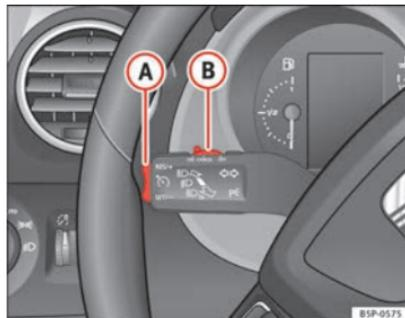

Fig. 155 Alavanca das luzes indicadores de mudança de direcção e dos máximos: comando e botão basculante para o regulador de velocidade
- Depois de se atingir a velocidade que se pretende memorizar, pressionar brevemente a parte inferior do botão basculante **SET/-** ⇒ Fig. 155 (A) uma vez.
- Pressionar a parte superior do botão basculante **RES/+** ⇒ Fig. 155 (B) para aumentar a velocidade. Enquanto o botão basculante estiver a ser pressionado, o veículo é acelerado.
- Premir a parte inferior do interruptor basculante **SET/-** ⇒ Fig. 155 (A), para diminuir a velocidade. Enquanto o botão basculante estiver a ser pressionado, o veículo perde velocidade através de desaceleração automática. Soltando o botão basculante, fica memorizada a nova velocidade.
Se se reduzir a velocidade com o pedal do travão, desliga-se o regulador de velocidade. Se pretende voltar a activar o regulador, basta que pressione uma vez a parte superior do botão basculante **RES/+** ⇒ Fig. 155 (B). ■